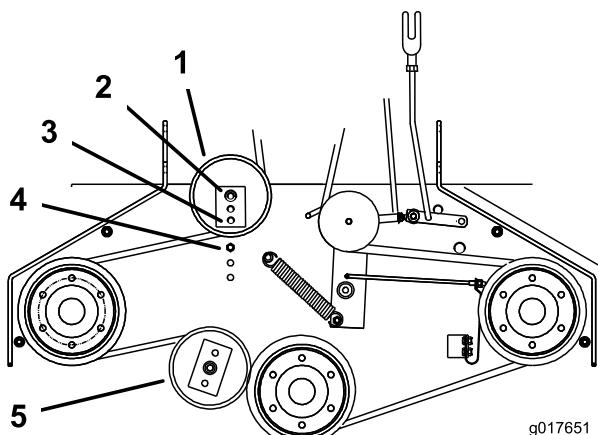

Figura 46
- 6. Si no es posible ajustar más el tensor y la correa todavía está floja, será necesario cambiar la polea tensora trasera al taladro central o delantero (Figura 46). Utilice el taladro que permita el ajuste correcto.
- 7. Si mueve la polea tensora, debe mover también la guía de la correa. Mueva la guía de la correa a la posición delantera (Figura 46).